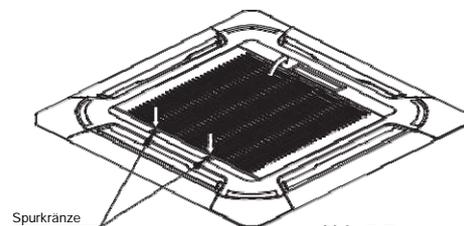

Abb.5-7
- Drehen Sie die Spurkränze des Gitters nach Innen und danach ziehen Sie sie nach oben (Siehe Abb.5-7).